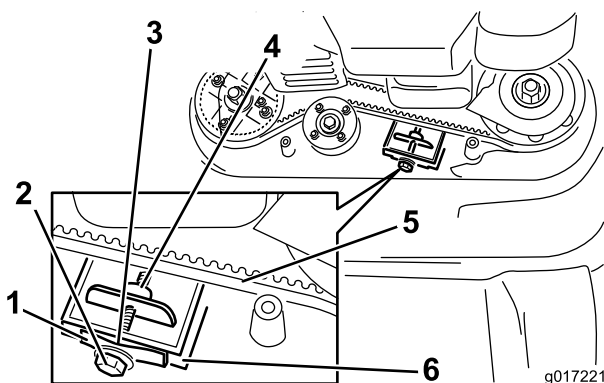

Figura 37
**Nota:** Se il gioco tra calibro e molla è visibile, serrate il bullone e il dado di regolazione in modo che la carta scorra con difficoltà attraverso il gioco (Figura 37).